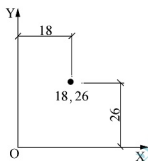

图 2.47 绝对直角坐标
(1) 绝对直角坐标：相对于当前坐标原点的坐标值，绝对直角坐标的输入方法为“X, Y”，如输入“18, 26”，结果如图 2.47 所示。